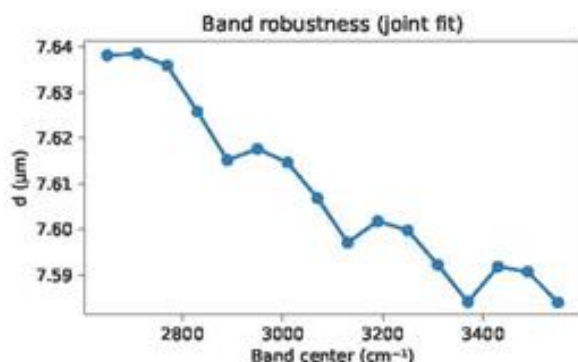

图 19 不同子频段中心下的厚度估计结果
4. 频段稳健性检验 在有效波段内采用滑动窗口对不同子频段进行厚度拟合，图 19结果显示厚度估计始终稳定在 7.59 7.64 μm 之间，相对波动不足 1%。不同子带结果围绕全带拟合值上下波动，未出现系统性偏移。这表明模型对频段选择不敏感，具有良好的稳健性。